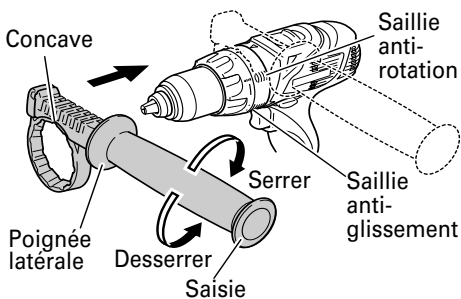

Fig. 6
(1) Installer la poignée latérale de façon que les saillies de l'outil principal s'insèrent dans les rainures de la poignée latérale. Serrer la saisie après avoir vérifié que la poignée latérale ne recouvre pas la saillie anti-glissement. (Fig. 6)
(2) Desserrer la saisie pour retirer la poignée latérale.